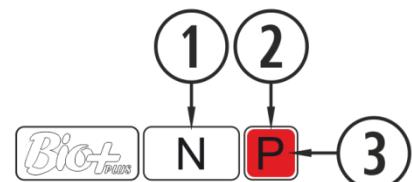

Figura 4
Para realizar o encendido debemos pulsar a tecla (botão ligado - apagado) do painel de comando. No ponto ③ da figura 4 cambiará a sua cor, a medida que a estufa pasa po las diferentes fases de acendimento.
Este ícone é acompanhado por a sinalização da mensagem de segurança Axxx, ver figura 4 punto ③. Pode indicar uma falha de sensores ou motores da estufa. Consulte a tabela a seguir.